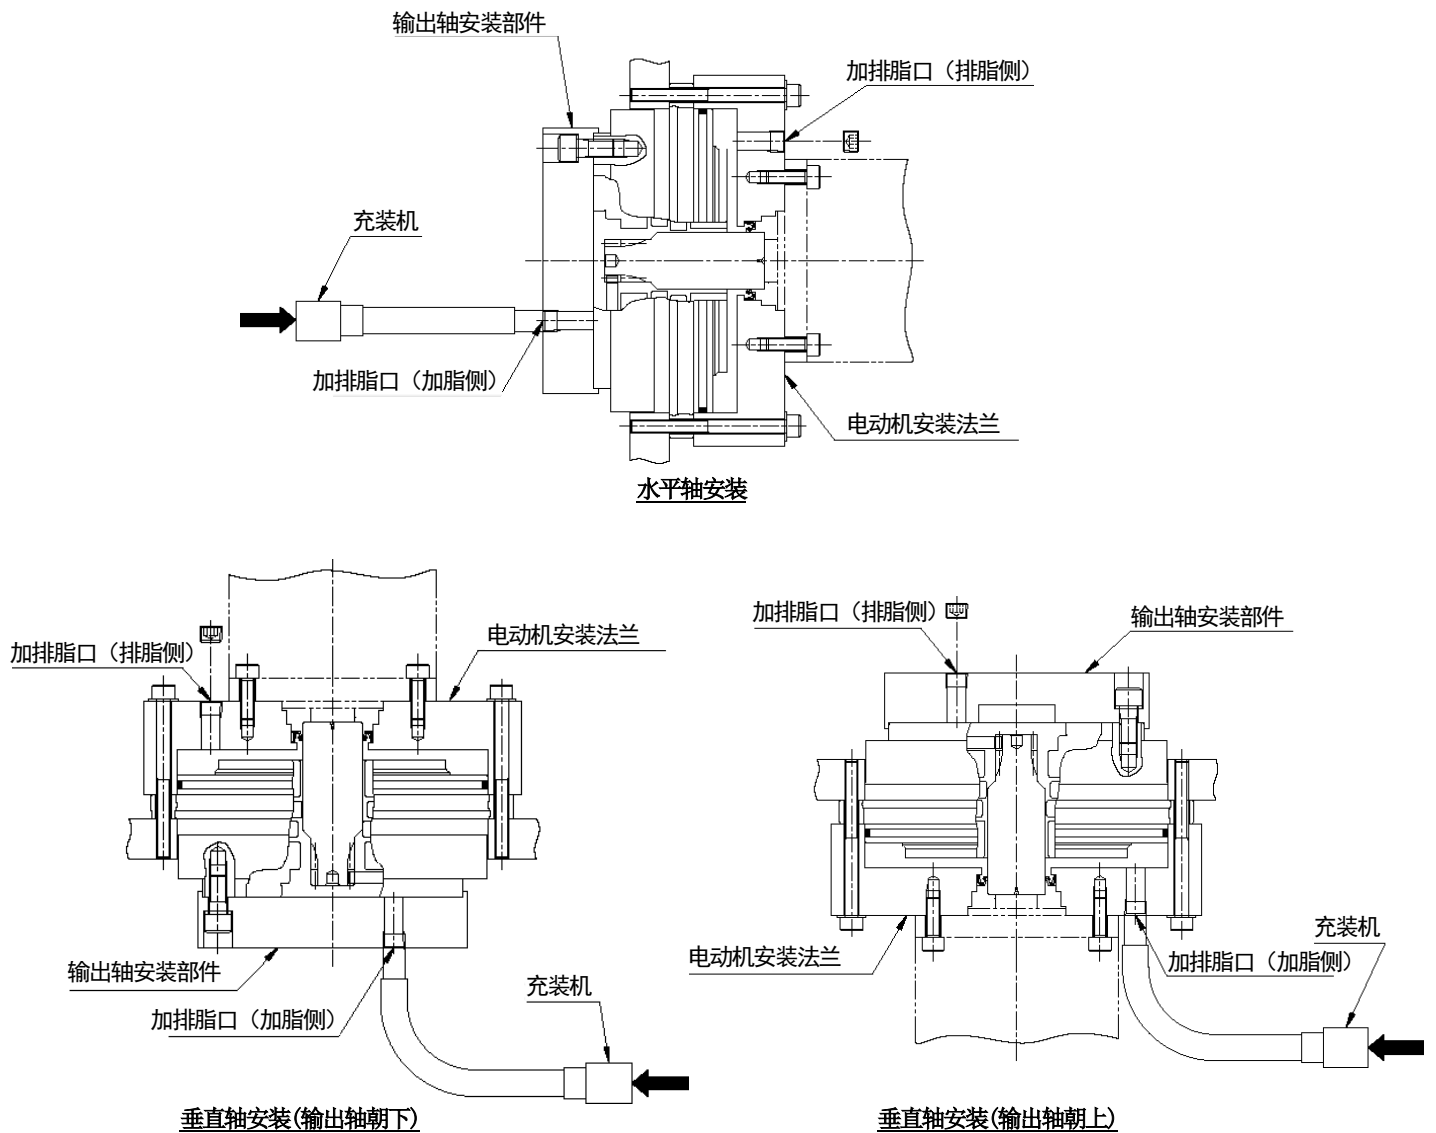

图6-5
- 在图6-5中，根据订购的内容，减速机的形状有时会和插图存在差异。其形状请参照商品目录以及单独提交的外形尺寸图和交货规格书。